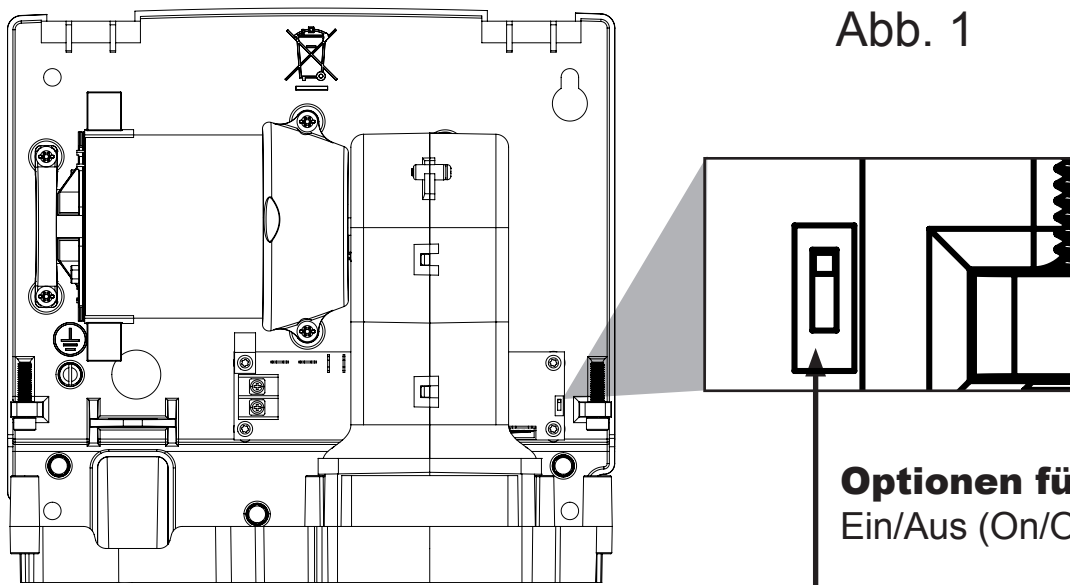

Abb. 1
3. Der Steuerschalter des Heizelements befindet sich auf der Leiterplatte (siehe Abb. 1).